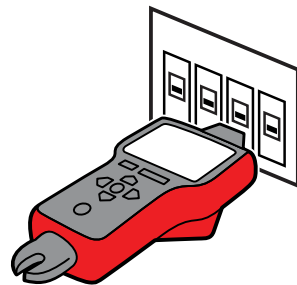

Abbildung 3.3e: Richtige
2. Berühren Sie jeden Leitungsschutzschalter/jede Sicherung eine Sekunde lang mit dem Spitzensensor. Achten Sie darauf, dass die Kerbe im Spitzensensor parallel zum Leitungsschutzschalter/zur Sicherung verläuft (Abbildung 3.3e).
2. Prüfen Sie jeden Leitungsschutzschalter/jede Sicherung eine Sekunde lang durch Berühren mit dem Spitzensensor. Der rote Pfeil zeigt an, dass die Messung läuft. Achten Sie darauf, dass die Kerbe im Spitzensensor parallel zum Leitungsschutzschalter/ zur Sicherung verläuft (Abbildung 3.3e).